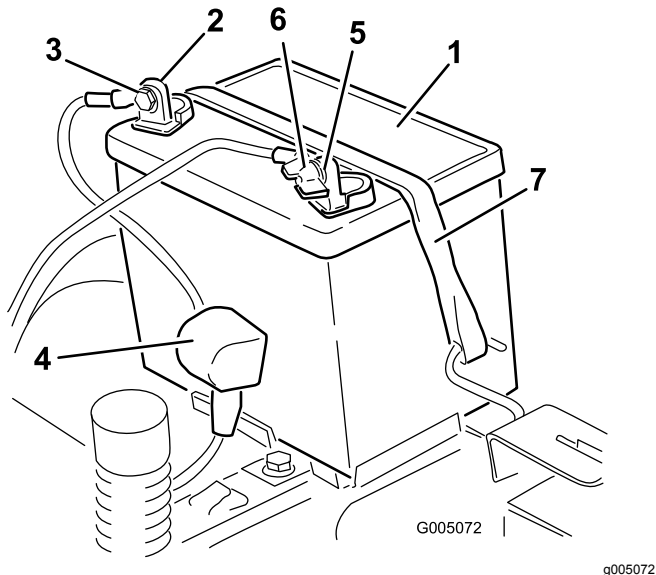

Figure 44
4. Débranchez le câble négatif (noir) de mise à la masse de la borne de la batterie (Figure 44). Conservez toutes les fixations.
5. Repoussez le capuchon en caoutchouc sur le câble positif (rouge). Débranchez le câble positif (rouge) de la borne de la batterie (Figure 44). Conservez toutes les fixations.
6. Enlevez la sangle de maintien de la batterie (Figure 44) et ôtez la batterie de son support.
1. Placez la batterie sur son support (Figure 44).
5. Fixez la batterie en place à l'aide de la sangle de maintien (Figure 44).